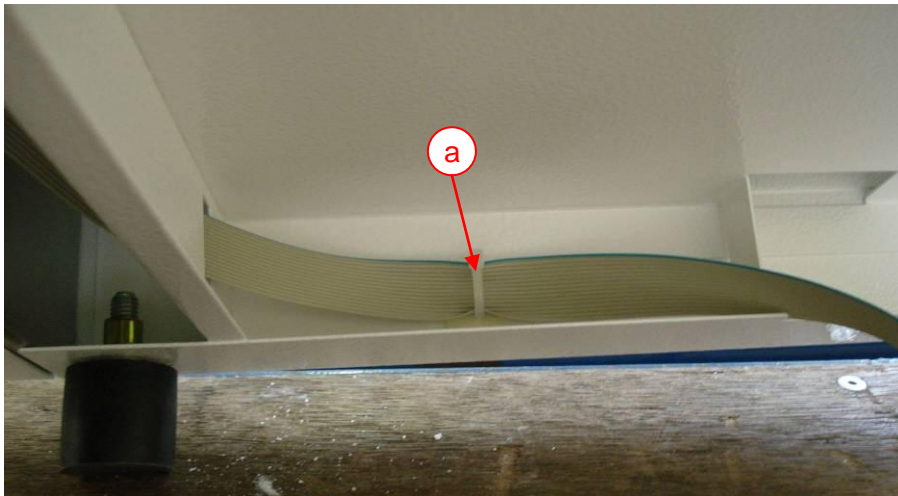

Abb. 32 - Flachbandkabel
- Das Flachbandkabel ist an der linken Seite mittels eines Kabelbinders (Abb. 32 a) am Gehäuse befestigt.